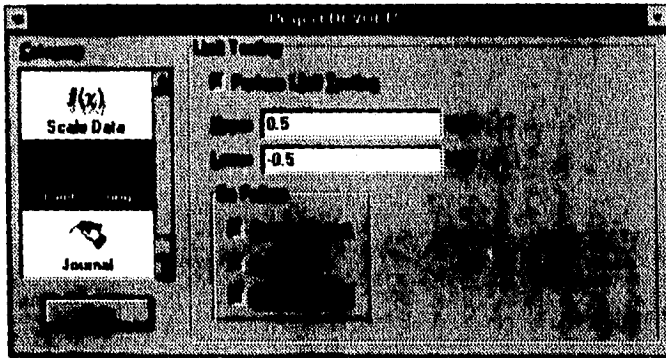

Figura 4.17
1. Elegir en la categoría de Pruebas acotadas de la ventana de proyectos el cuadro **PERFORM LIMIT TESTING** (ver Figura 4.17).